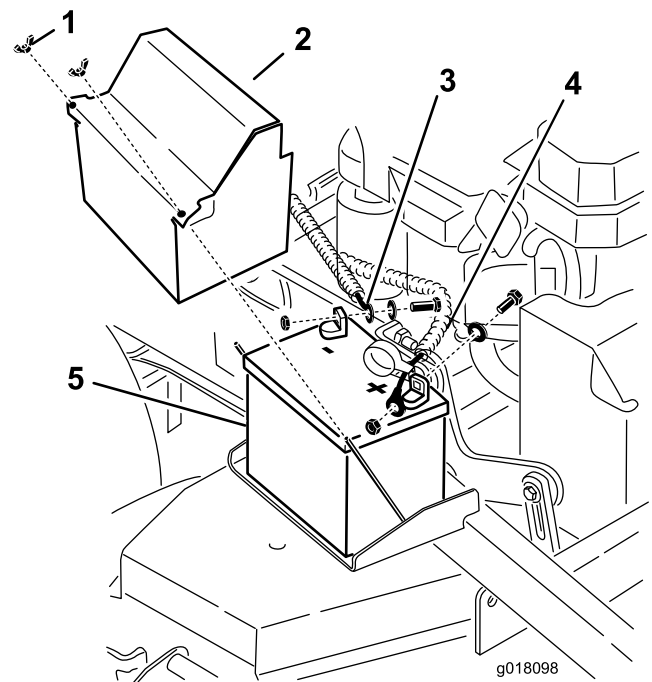

Figura 50
4. Desconecte el cable negativo del borne negativo (-) de la batería (Figura 50).
6. Retire el cable positivo (rojo) de la batería (Figura 50).
7. Retire la pletina de sujeción de la batería (Figura 50), y retire ésta.
1. Coloque la batería en la máquina (Figura 50).
3. Conecte primero el cable positivo (rojo) al borne positivo (+) de la batería con una tuerca, una arandela y un perno (Figura 50).
5. Conecte el cable negativo y el cable de tierra al borne negativo (-) de la batería con una tuerca, una arandela y un perno (Figura 50).